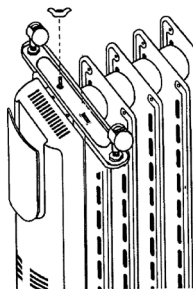

Рис. 2
2. Приложите опорные пластины с роликовыми колесами между первой и второй секциями с каждой стороны радиатора (см.рис.2).